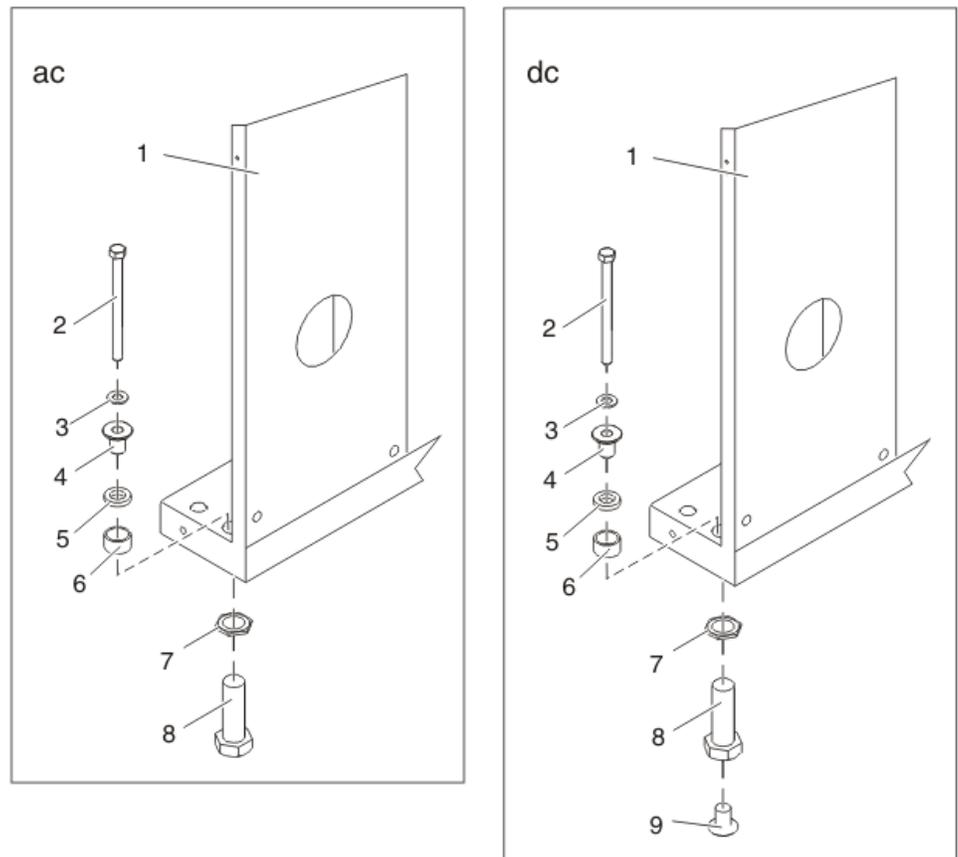

Abbildung 12. Hardware zum Verankern des Racks
4. Legen Sie den Montagebausatz und die beiden Montageplatten bereit. Sehen Sie sich Abbildung 12 auf Seite 17 an, wenn Sie den Inhalt des Montagebausatzes überprüfen. Der Montagebausatz besteht aus den folgenden Teilen: